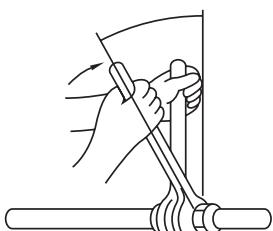

Fig. 5-8
- Nanešite tanki sloj rashladnog ulja na površinu dosjeda cijevi. (Fig. 5-8)